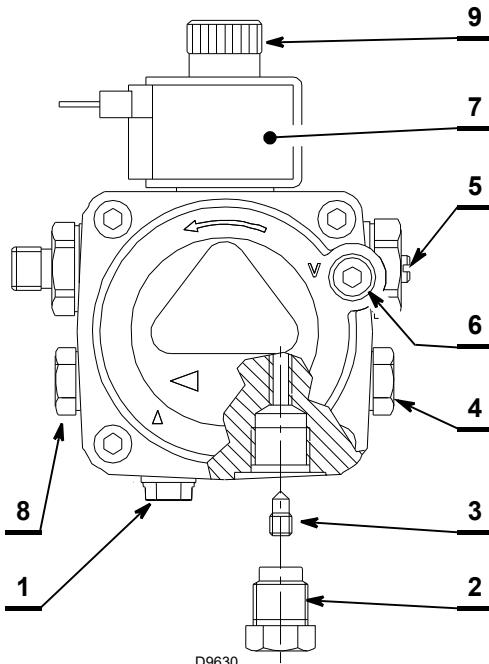

Fig. 17
- Si nécessaire, régler la pression à l'aide de la vis 5) (Fig. 17).